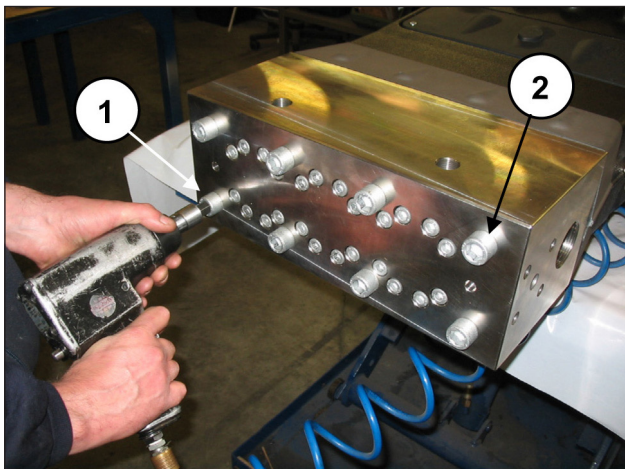
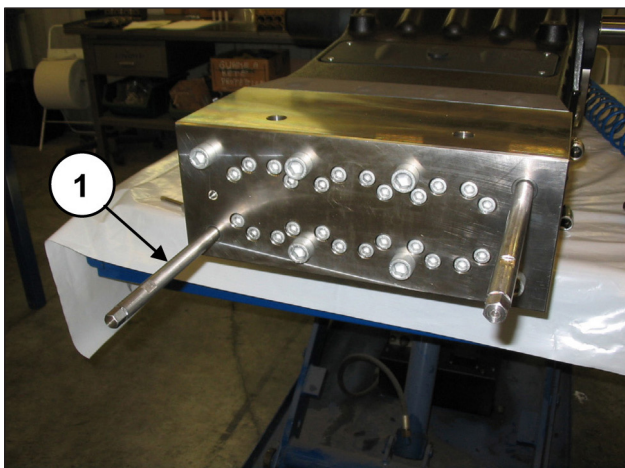

Fig. 95
Fig. 96
Solte dois parafusos de fixação do cabeçote M16x320, diametralmente opostos (pos. ① e ②, Fig. 95), substituindo-os com dois parafusos-pino de serviço (cód.27540200) (pos. ①, Fig. 96), e assim, proceda com a remoção dos parafusos restantes.